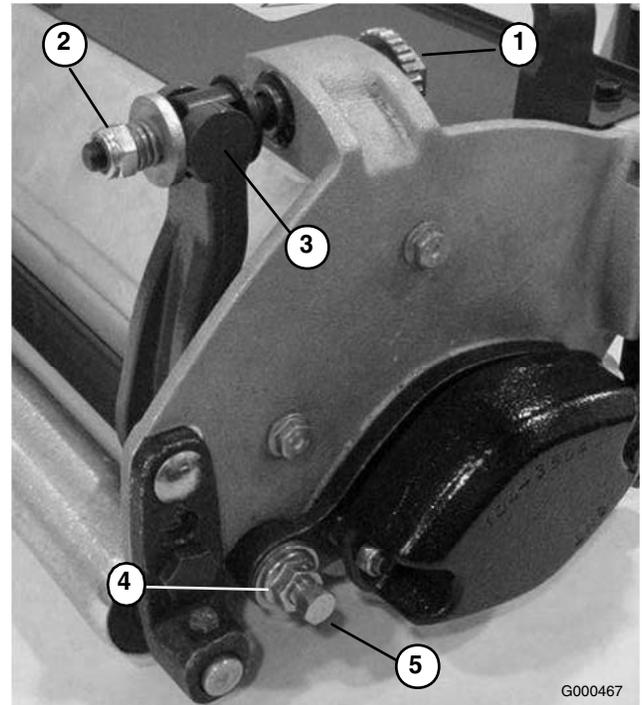

Bild 55
1. Drehen Sie die Einstellschraube des Untermesserträgers entgegen dem Uhrzeigersinn, damit sich der Abstand zwischen Untermesser und Spindel vergrößert (Bild 55).
2. Drehen Sie die Federspannungsmutter so weit hinaus, bis die Scheibe nicht mehr gegen den Untermesserträger angespannt ist (Bild 55).
3. Lösen Sie an jeder Seite der Maschine die Klemmmutter, mit der die Schraube des Untermesserträgers befestigt ist (Bild 55).
4. Nehmen Sie jede Schraube des Untermesserträgers ab, damit der Untermesserträger nach unten gezogen und von der Maschine entfernt werden kann. Bewahren Sie die beiden Nylon- und die beiden Scheiben aus gestanzten Stahl an jedem Ende des Untermessers auf (Bild 55).